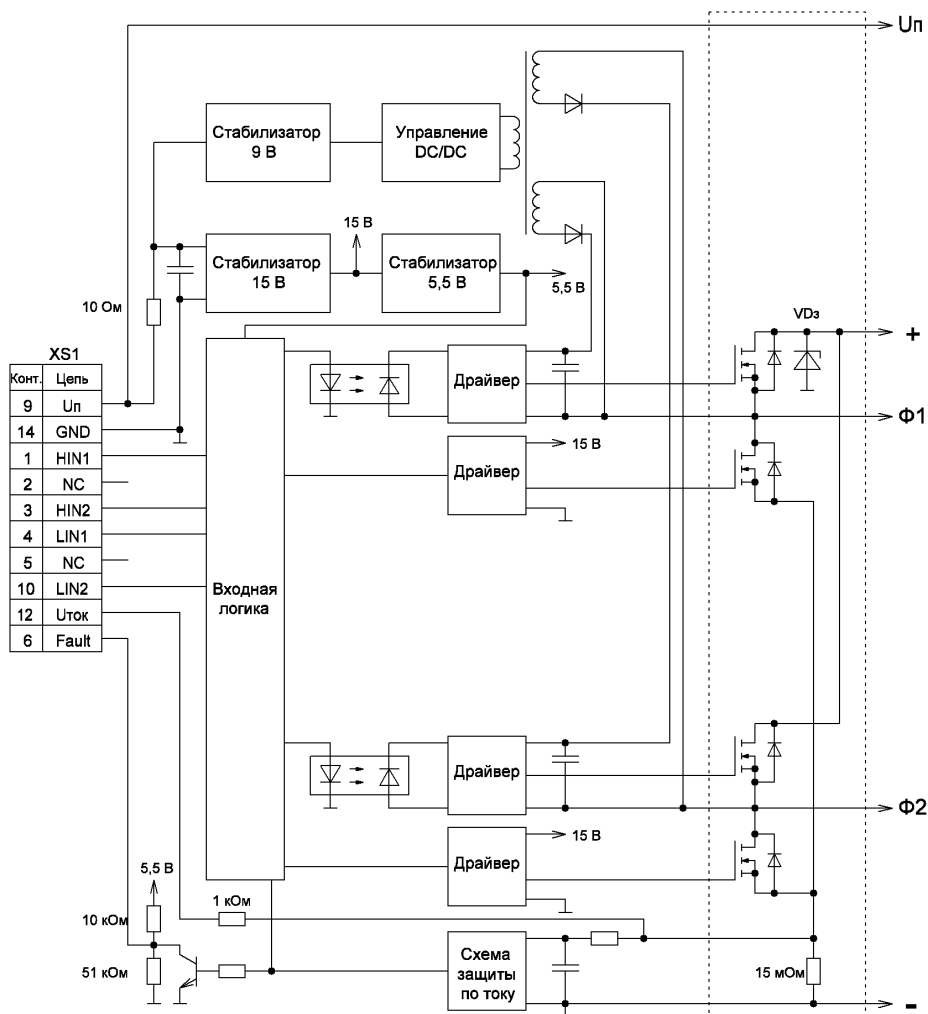
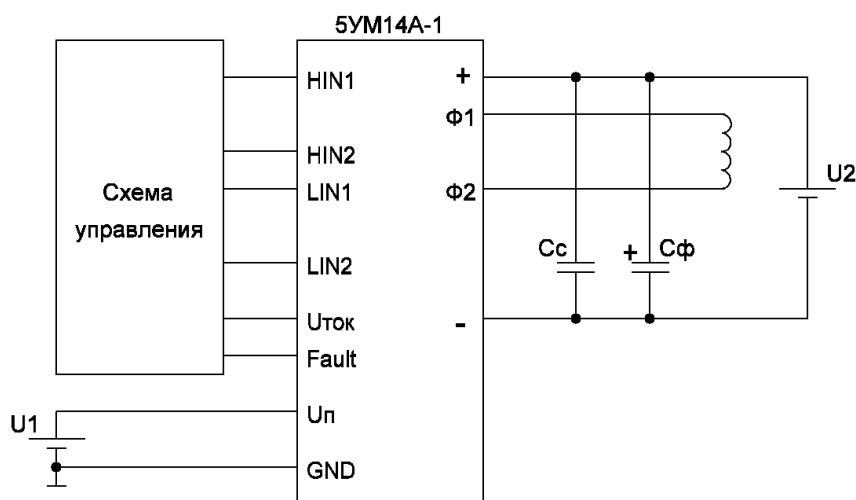

Рисунок 1.1 – Структурная схема модуля 1УМ14А-1
Рисунок 3.1 – Схема включения модуля 1УМ14А-1
3.9 Выводы «+» и «-». Выводы подключения силового питания инвертора модуля. Между данными выводами в модуле установлен ограничитель напряжения «VDз» (см. рисунок 1.1) с номинальным пробивным напряжением 150 В. Для корректной работы модуля необходима установка непосредственно на выводы «+» и «-» снабберного конденсатора «Сс» (см. рисунок 3.1) типа K73-17 номинальной ёмкостью 0,1...0,33 мкФ х 160 В. На расстоянии не более 0,2 м через провод сечением не менее 2 мм² рекомендуется установить конденсатор фильтра «Сф» ёмкостью (200...1000) мкФ.